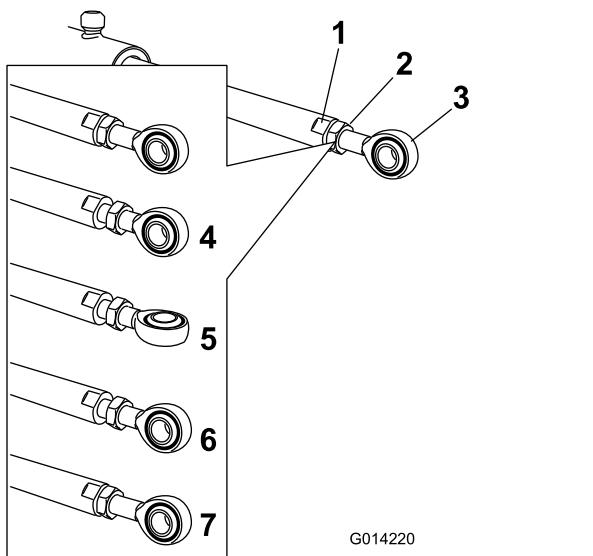

Рисунок 64
5. Удерживайте шток привода в неподвижном положении с помощью ключа, накинутого на плоские грани штока привода, затем ослабьте контргайку, чтобы можно было регулировать шток с проушиной (Рисунок 64).
6. Поверните шток с проушиной в штоке привода, чтобы сократить или удлинить привод для установки в требуемое положение (Рисунок 64).